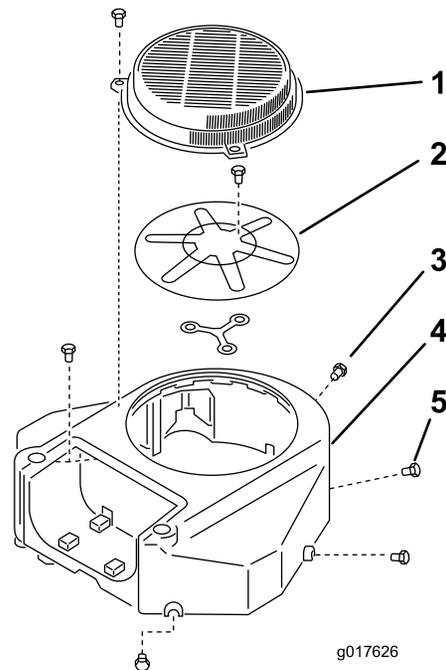

Figure 60
3. Déposez la grille d'entrée d'air et le boîtier du ventilateur (Figure 60).
5. Reposez la grille, la prise d'air et le boîtier du ventilateur (Figure 60).